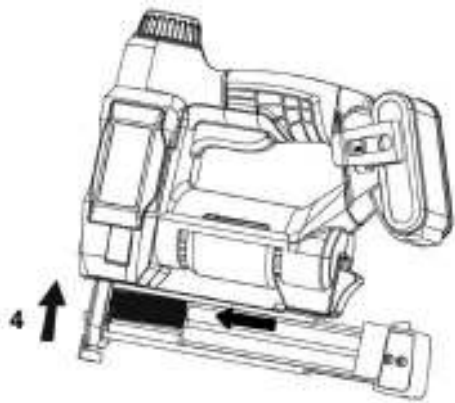

Рис. 5
4. При установке крепежных элементов прижмите их к верхней части магазина и переместите влево до упора (Рис. 5). Закройте затвор магазина до щелчка.